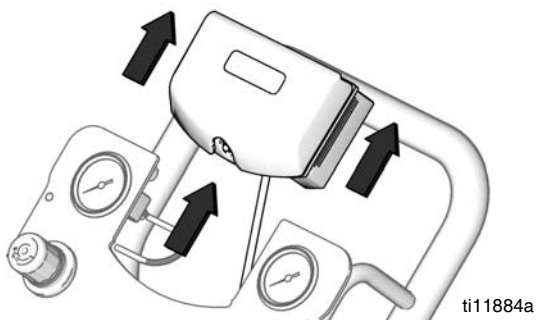

FIG. 12. DataTrak verwijderen
3. Verwijder de DataTrak-module uit de console. Zie FIG. 12. Neem de module en de aangesloten kabel mee naar een niet-gevaarlijke locatie.